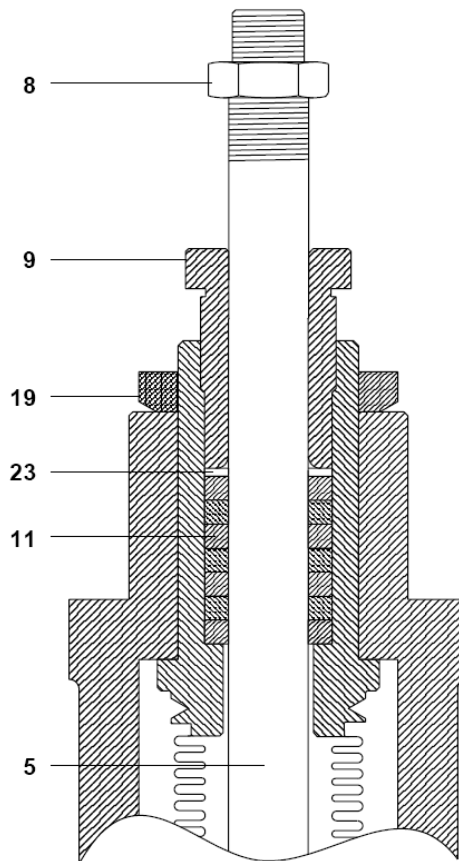

Fig. 9
4.3.1 Procedure voor het vernieuwen van de balgmembraanpakkingen (supplementaire pakking) (fig. 9)